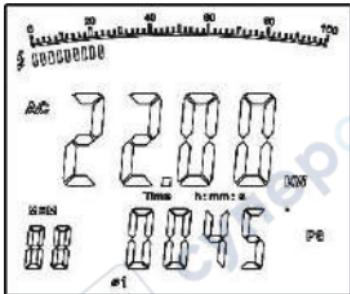

Рис. 7
1. Нажать кнопку **SEL**, чтобы выбрать первую фазу **❶**, см. рис. 7. На двухуровневом экране отображается активная мощность кВт и значение PG (угол фазы) первой фазы 1.